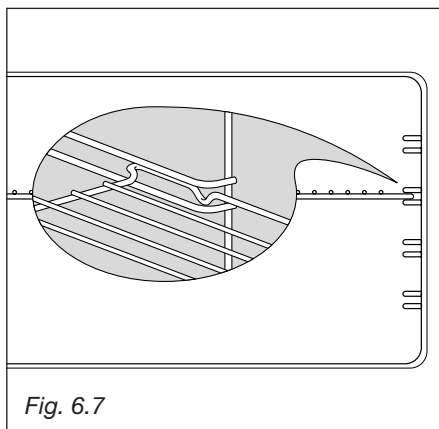

Fig. 6.7
- Faire glisser sur les guides les grilles et la lèche-frite fig. 6.7.